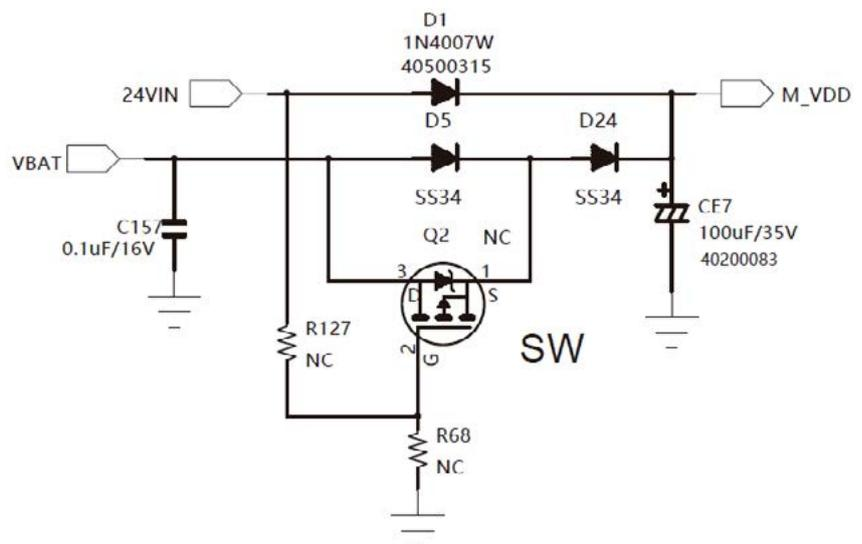

Figura 4
**CHAVEAMENTO ENTRE A FONTE E A BATERIA (FIGURA 4)**